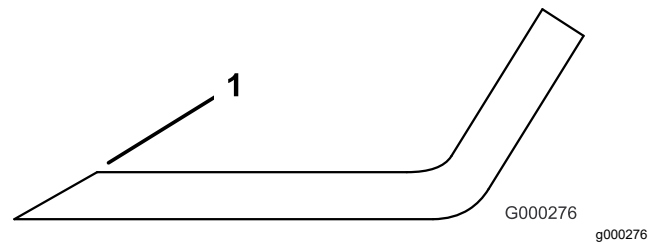

Figura 112
3. Controllate i taglienti di tutte le lame, e affilateli se fossero ottusi o scheggiati (Figura 112).